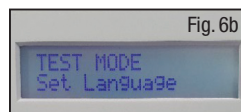

Fig. 6b
- Tryck nu på knappen med UPPÅT-pilen en gång. På nätaggregatet visas "TESTLÄGE ställ in språk" (Fig. 6b).